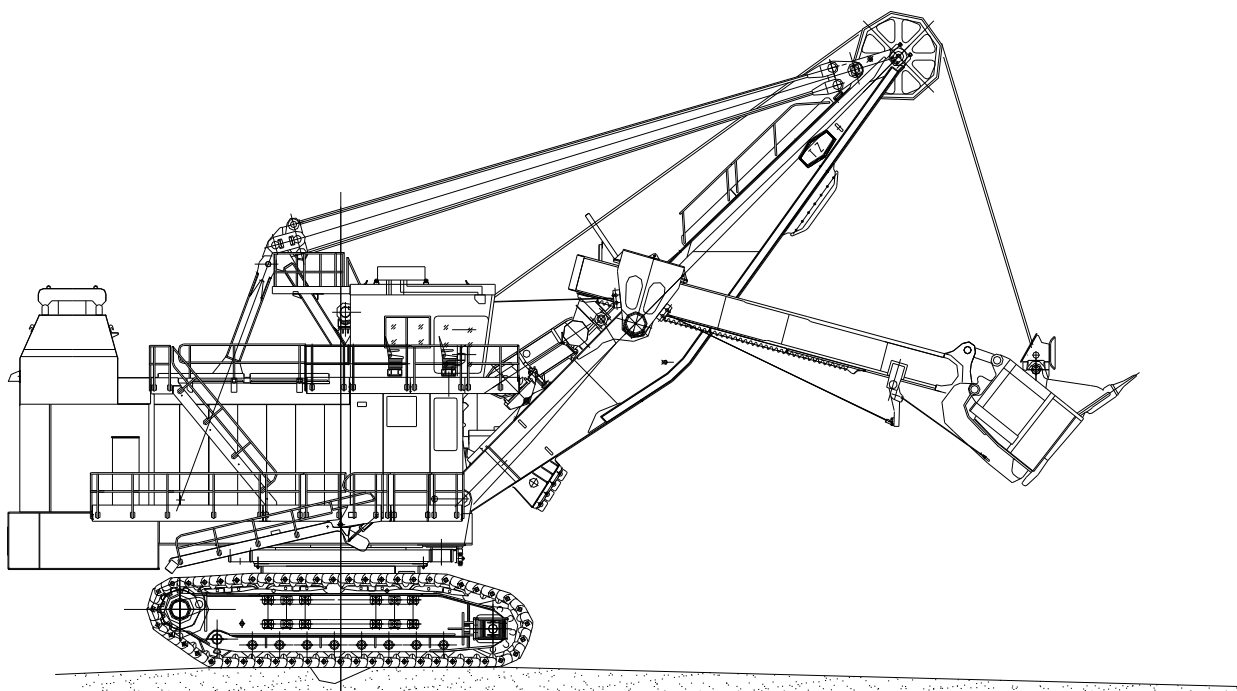

Рисунок 12-19. Место разборки и передвижения опорного колеса
- 2.Машина производит ход до тех пор, когда направляющие колеса не будут находиться над ямой (см. рисунок 12-19);